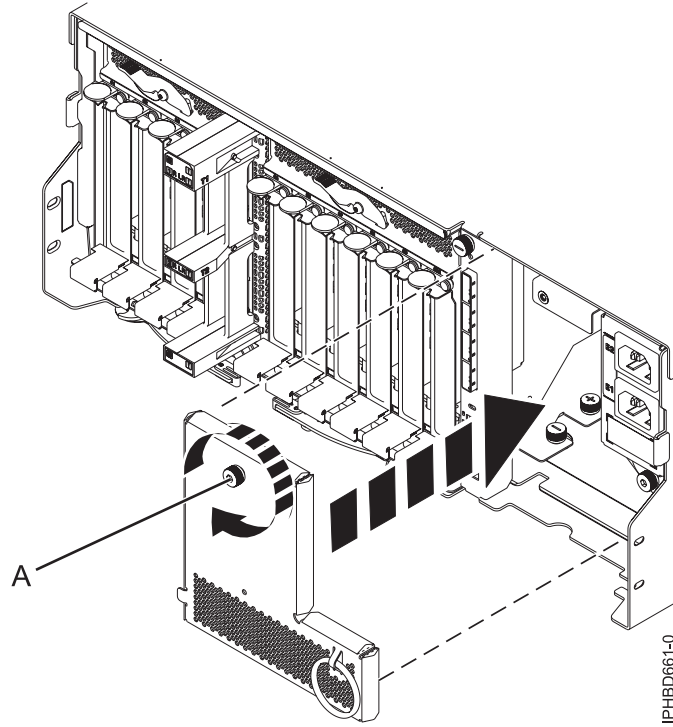

Figure 31. Remise en place du capot du répartiteur de puissance en entrée
- Remettez en place le capot du répartiteur de puissance en entrée, puis serrez la vis moletée (A) comme illustré à la figure 31, à la page 32.